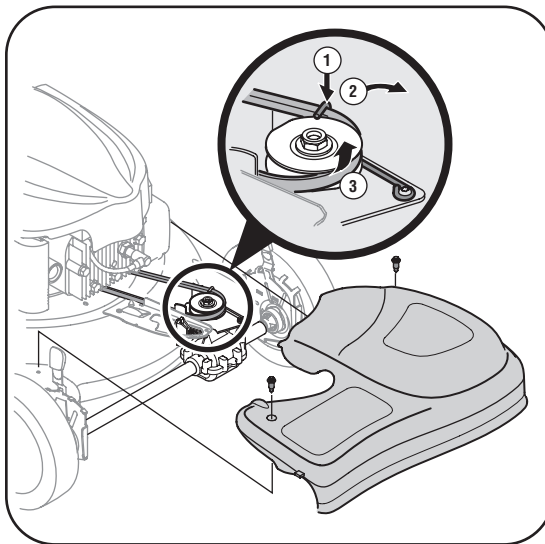

Figura 6
1. Extraiga dos los tornillos con reborde asegurando la cubierta frontal a la cubierta de la podadora. Vea la Figura 6. Presione hacia adentro sobre los laterales de la cubierta frontal y suelte las aletas que la aseguran a las ménsulas del ajustador de altura. Quite la cubierta de la podadora.
2. Tire hacia arriba del alambre de la guarda de la correa y extráigala de la polea de transmisión. Vea el inserto de la Figura 6.